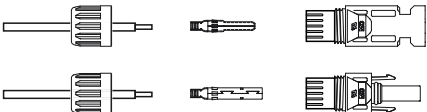

图3.18 拆卸连接器盖螺母
- 1. 剥去直流线缆约7毫米，拆下连接器盖螺母。（见图3.18）